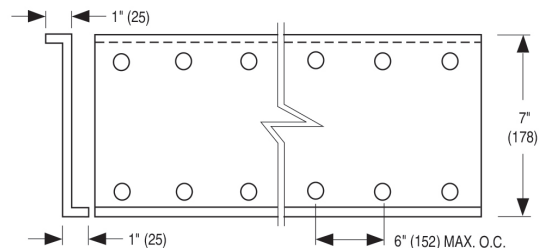

Figure 6. Meneau en Z
4. De plus, dans les ensembles horizontaux de plus de deux sections de large, il faut un meneau en Z de 3,51 mm x 178 mm (cal. 10 x 7 po) (figure 6) entre les deux sections.